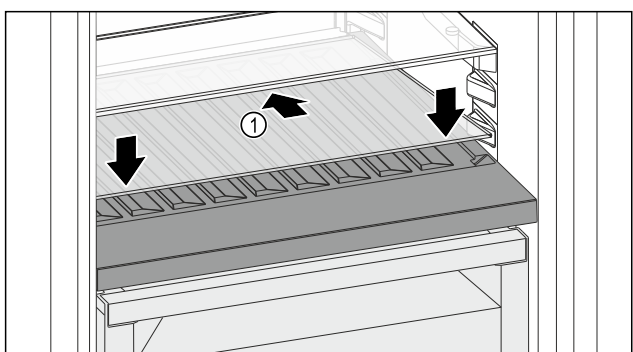

Fig. 118
- Nasadte sklenú dosku Fig. 118 (1) šikmo a naklonenú smerom dozadu nadol.
- Spustite sklenú dosku Fig. 118 (1) vpredu.